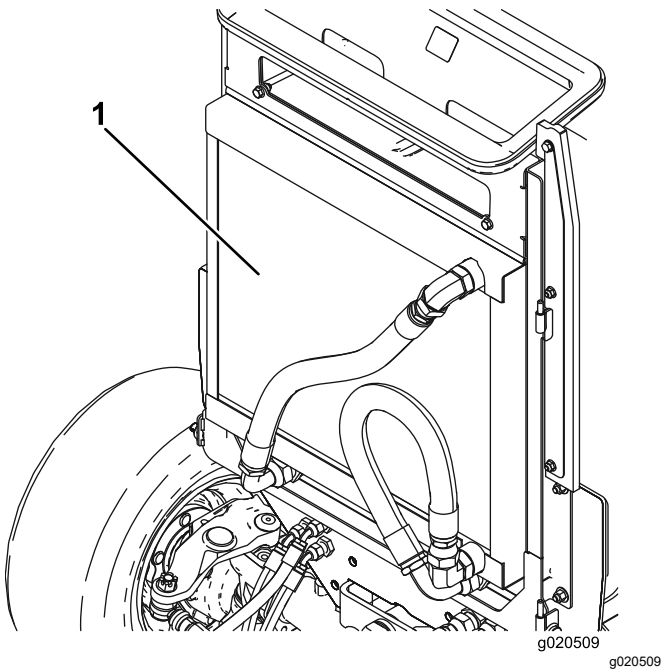

Figura 157
6. Limpie a fondo ambos lados de la zona del enfriador de aceite/radiador (Figura 157) con aire comprimido. Empezando en la parte delantera, sople los residuos hacia la parte trasera. Luego, limpie desde atrás, soplando los residuos hacia adelante. Repita el procedimiento varias veces hasta eliminar todos los residuos.